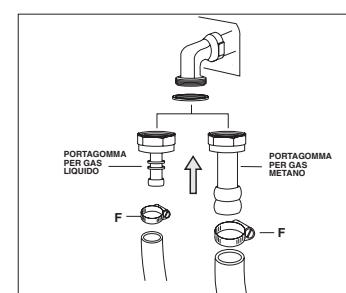

Fig. 15
- 3) mediante l'inserimento di un tubo di gomma conforme alle norme UNI-CIG 7140. Tale tubo va innestato direttamente sul portagomma, relativo al gas utilizzato, e bloccato con una fascetta (F) conforme alle norme UNI-CIG 7141 (fig. 15). In quest'ultimo caso controllare la data di scadenza del tubo stampigliata e sostituirlo prima di tale data .